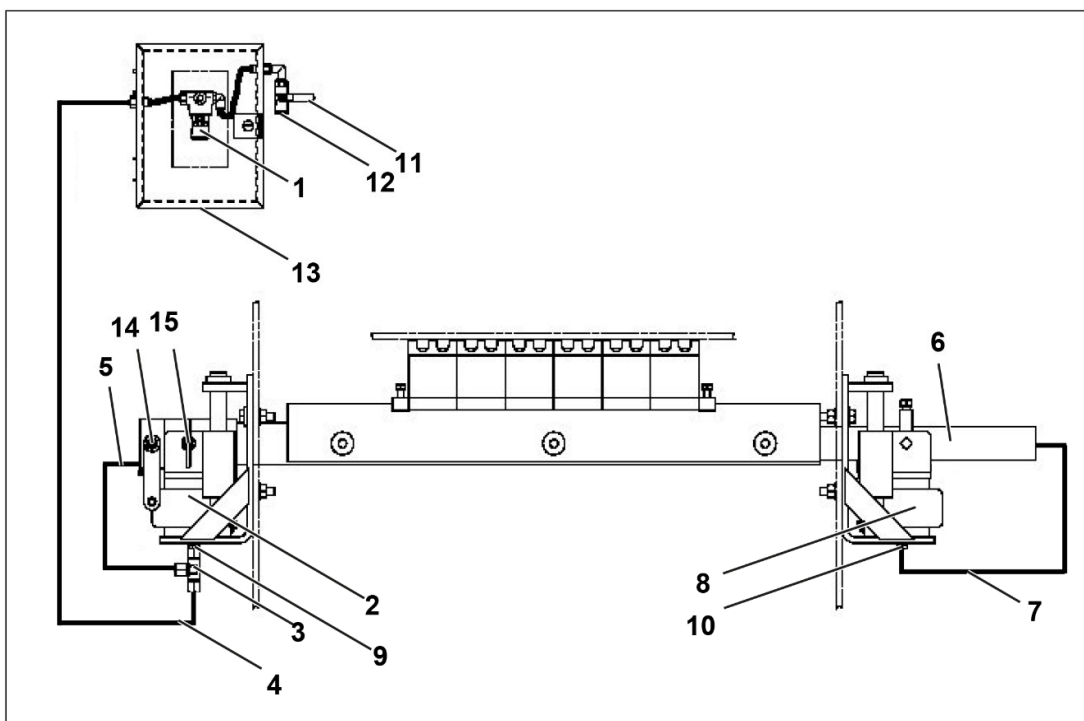

Рис. 22
1. Надавите на шланг сжатого воздуха (5, рис. 22) через раму (6, рис. 22) на сторону оператора.
2. Закрепите шланг сжатого воздуха (7, рис. 22) к соединению (10, рис. 22) воздушного сиффона (8, рис. 22) на дальней стороне.
3. Вставьте конец шланга сжатого воздуха в одно из соединений тройника (3, рис. 22) на стороне оператора.
4. Вставьте тройник в разъем (9, рис. 22) воздушного сиффона (2, рис. 22) на стороне оператора.
5. Присоедините третий патрубок тройника (4, рис. 22) к системе сжатого воздуха (1, рис. 22).
7. Подсоедините шаровой кран (11, рис. 22) к внешнему источнику сжатого воздуха (12, рис. 22).
10. Откройте корпус (13, рис. 22).